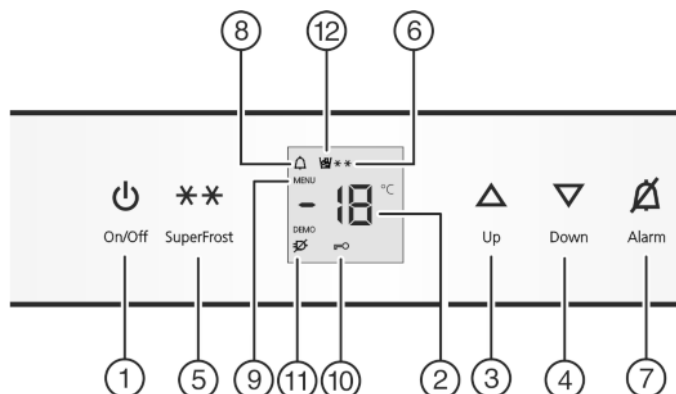

Fig. 2
- ▶ нажмите кнопку On/Off Fig. 2 (1).
- ▶ Активация режима настройки: удерживайте кнопку SuperFrost Fig. 2 (5) прибл. 5 секунд.
- ▷ Символ меню Fig. 2 (9) горит.
- ▶ Коротко нажмите кнопку SuperFrost Fig. 2 (5) для подтверждения.
- ▶ Для включения защиты от детей коротко нажмите клавишу SuperFrost Fig. 2 (5).
- ▷ Символ "Защита от детей" Fig. 2 (10) горит. На индикации мигает **с**.
- ▶ Для выключения защиты от детей коротко нажмите клавишу SuperFrost Fig. 2 (5).
- ▷ Символ защиты от детей Fig. 2 (10) гаснет. На индикации мигает **с**.
- ▶ Выход из режима настройки: нажмите кнопку On/Off Fig. 2 (1).
- ▶ Нажмите кнопку Alarm Fig. 2 (7).
Одновременно мигает индикация температуры и символ тревоги Fig. 2 (8).
Звуковой сигнал выключается автоматически, символ аварийного сигнала *Fig. 2 (8)* выключается и индикатор температуры перестает мигать, если температура снова становится достаточно низкой.
► Нажмите кнопку Alarm *Fig. 2 (7)*.
► Установка более высокой температуры: нажмите кнопку настройки Up *Fig. 2 (3)*.
► Установка более низкой температуры: нажмите кнопку настройки Down *Fig. 2 (4)*.